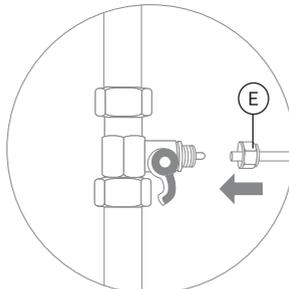
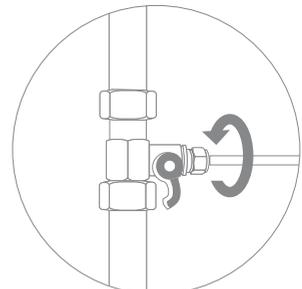

Рис. 4
Рис. 5
2. В гайку (Е) проденьте зеленую трубку из комплекта поставки (рис. 4). Конец трубки наденьте на штуцер адаптер-вентиля до упора и плотно накрутите гайку (рис. 5).